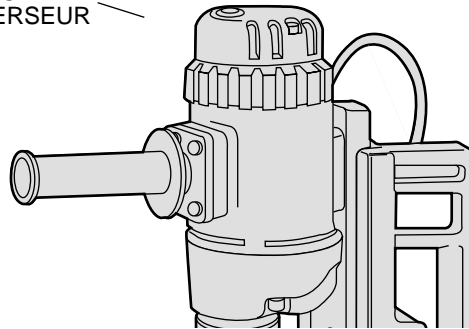

FIG. 3
2. L'interrupteur du moteur est alors aligné sur une fente de la poignée de commande, permettant l'activation de l'interrupteur. S'assurer que la bague de l'inverseur est en position de marche avant (fig. 3). (Dans le cas du modèle DW157, il faut s'assurer que l'inverseur de marche se trouve en position de marche avant.)